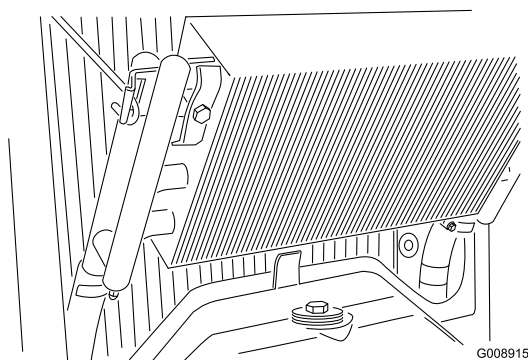

Figura 50
3. Desenganche el enfriador y gírelo hacia atrás (Figura 50). Limpie a fondo ambos lados del enfriador de aceite y la zona del radiador con agua o aire comprimido. Gire el enfriador a su posición inicial.